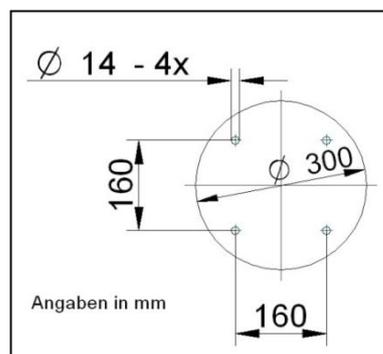

Fig. 5-2
3. Visser la plaque de pied de la machine au support à l'aide de 4 vis. La plaque de pied est pourvue de quatre trous à cet effet (Fig. 5-2).